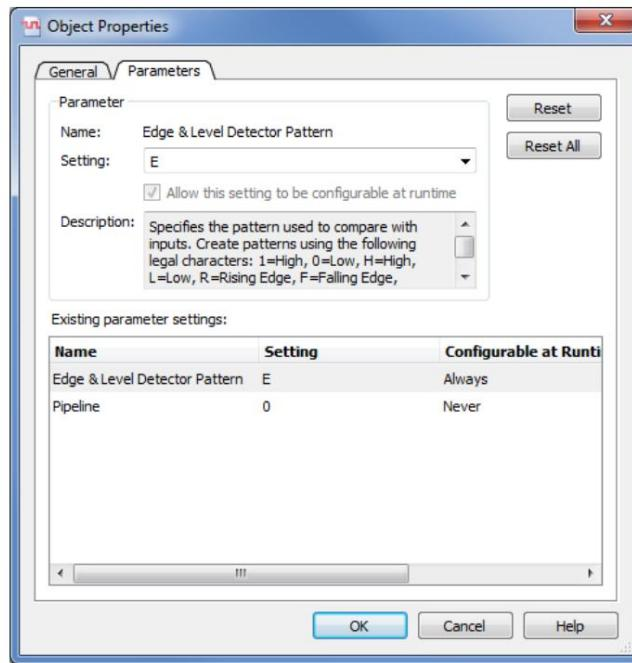

Figure 22. Tapez E dans la zone de réglage pour que la fonction se déclenche sur les fronts montants et descendants.
7. Il faut maintenant configurer chaque détecteur de front et de niveau pour détecter un front descendant ou un front montant. Double-cliquez sur l'un des détecteurs de front et de niveau pour afficher la fenêtre de la figure 22. Saisissez E dans le champ de configuration, puis cliquez sur OK. Le détecteur affichera alors 1 à chaque front descendant ou montant de son entrée. Répétez cette étape pour les deux autres détecteurs de front et de niveau.